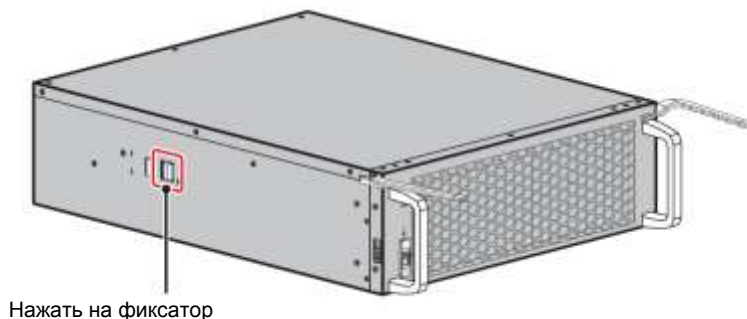

Рисунок 5-35: Нажатие фиксатора STS-модуля
- 3) Для работы понадобятся два человека. Один человек держит оба выталкивателя и открывает их наружу ❶. После этого STS-модуль можно выдвинуть ❷ из шкафа ИБП. Другой человек удерживает модуль за две ручки ❸, и оба работают в паре, чтобы вытащить STS-модуль из шкафа ИБП. Когда модуль дойдет до упора, нажмите фиксатор (см. **Рисунок 5-35**) с его левой стороны для дальнейшего демонтажа модуля из шкафа ИБП.